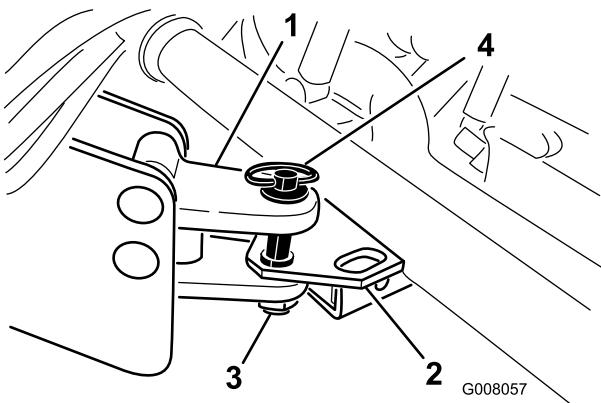

Figure 18
- Réglez la flèche d'attelage du ProCore au même niveau que le dispositif d'attelage du véhicule (Figure 18).
- Accouplez l'attelage du ProCore au dispositif d'attelage du véhicule à l'aide d'une goupille d'attelage et d'une goupille à anneau (Figure 18).